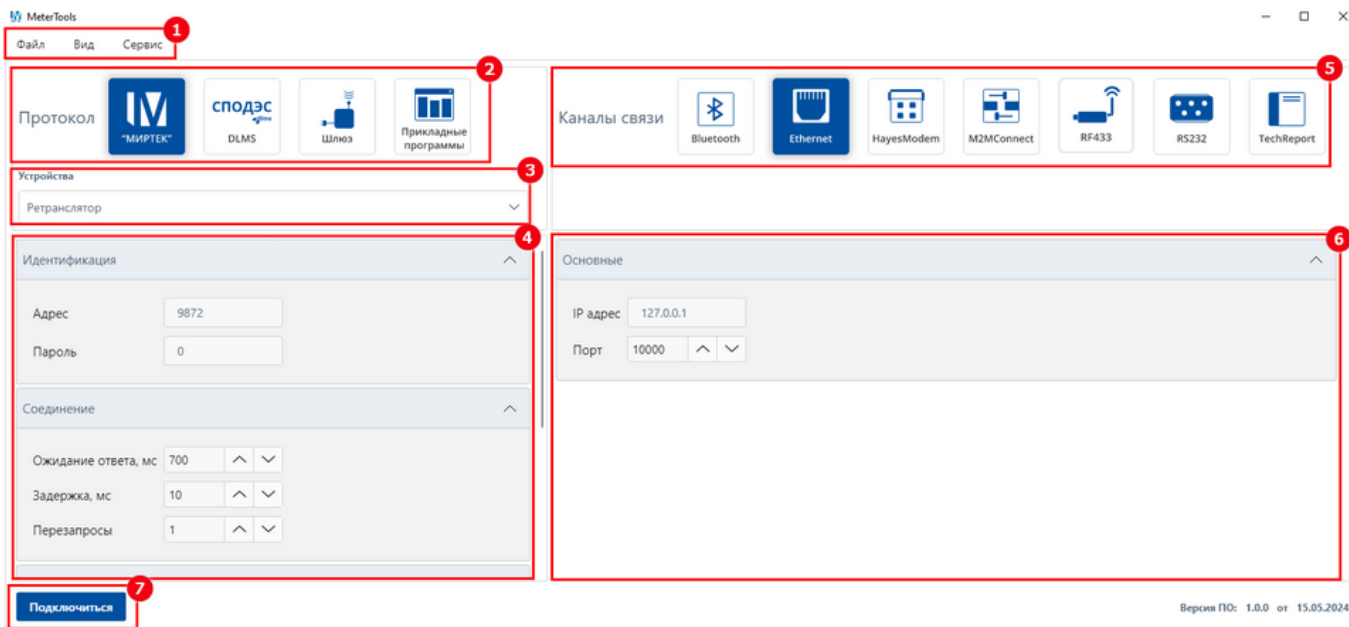

Рисунок 6 – Вид формы подключения устройств
Расположение блока см. рисунок 6 (1).
Расположение блока см. рисунок 6 (2).
Расположение блока см. рисунок 6 (3).
Расположение блока см. рисунок 6 (4).